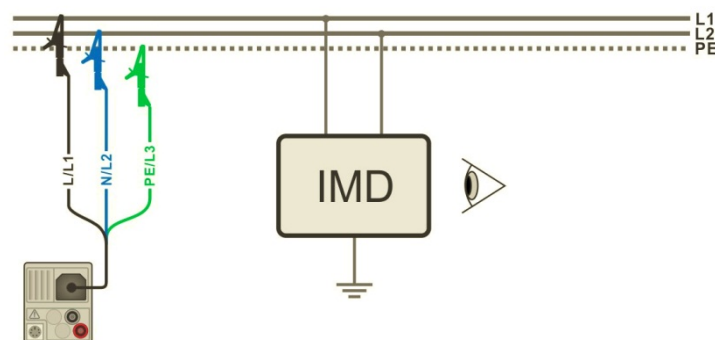

Abbildung 7.72: Anschluss mit 3-Leiter-Messleitung
- Schließen Sie die Prüfleitungen am Prüfling an., siehe Abbildung 7.72.